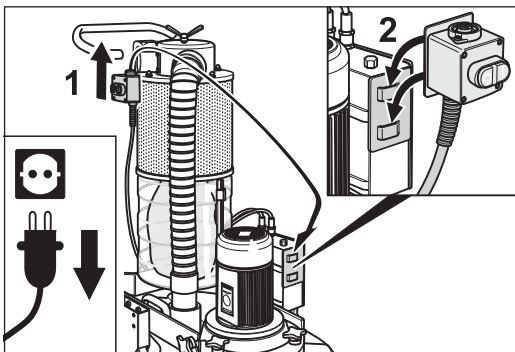

Fig. 46 Accrochez l'interrupteur Marche/Arrêt dans le support de transport sur le coffret de commutation.
- 6 Débranchez l'interrupteur Marche/Arrêt du chariot et accrochez-le dans le support de transport sur le coffret de commutation (fig. 46).